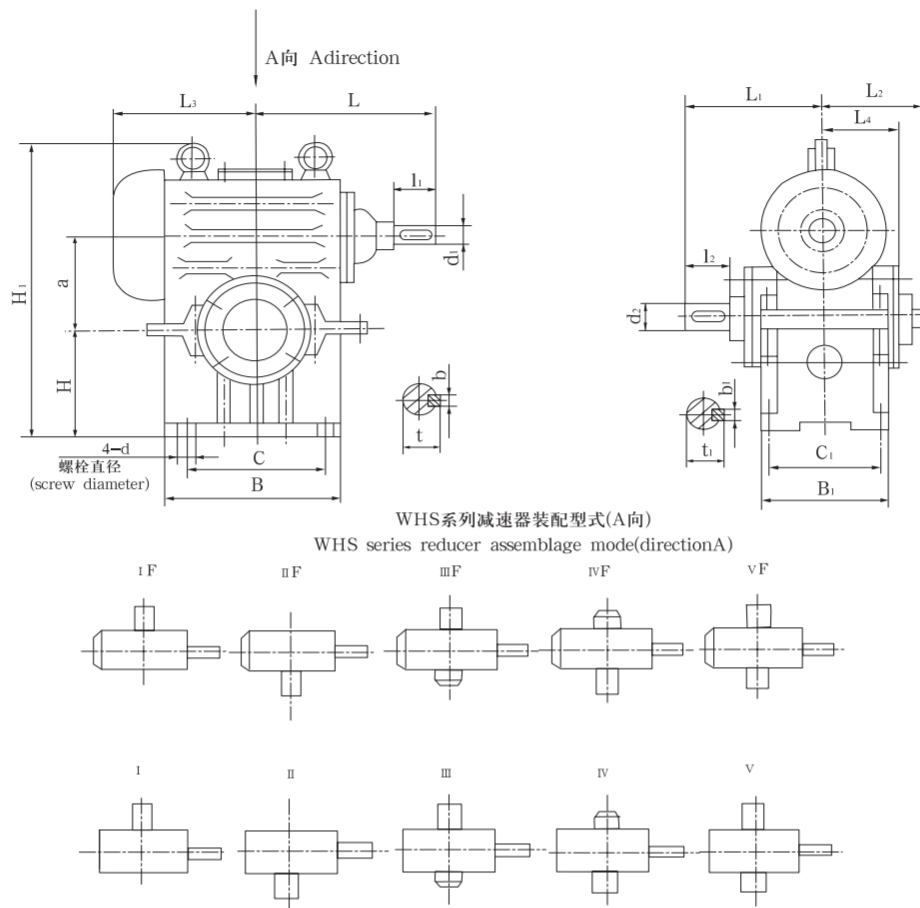

图4 Drawing 4
c) WHS 型——蜗杆在蜗轮之上，见图 4。
4.3 WHS 系列减速器的外形及安装尺寸见图 4, 表 6。